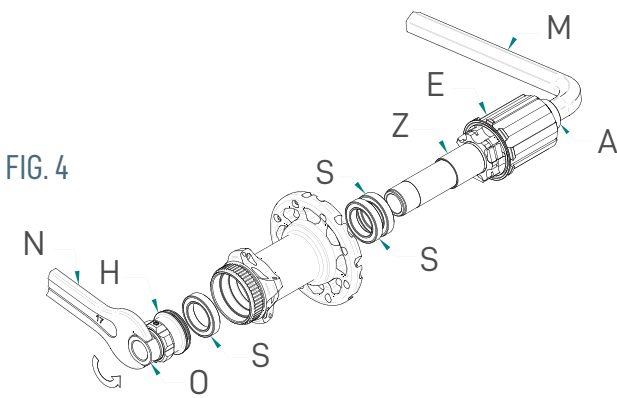

FIG. 4
- Inserite una chiave a brugola da 12 (M) sul lato destro del mozzo (Fig. 4).
- Con l'ausilio di una chiave tradizionale (N), svitate lo scontro (O).
• Inserite il perno nel corpo del mozzo facendo molta attenzione al corretto posizionamento dei cricchetti (Fig. 4).